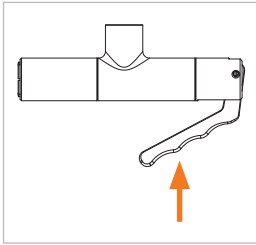

Figure 5
- ▶ Actionnez le levier à main (Pos. 2) (Figure 5). Les mâchoires de serrage s'ouvrent.